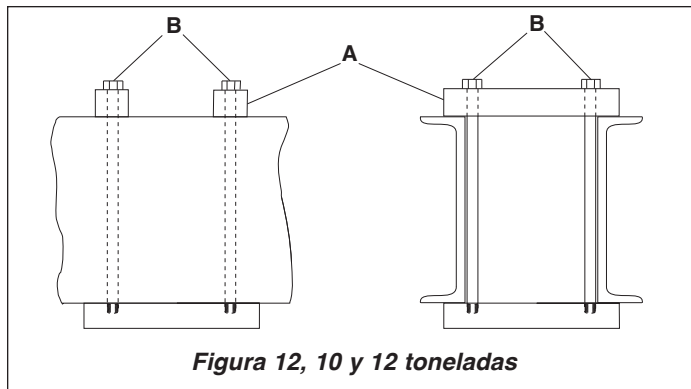

Figura 12, 10 y 12 toneladas
7.1 Modelos de 10 y 12 toneladas: consulte la Figura 12